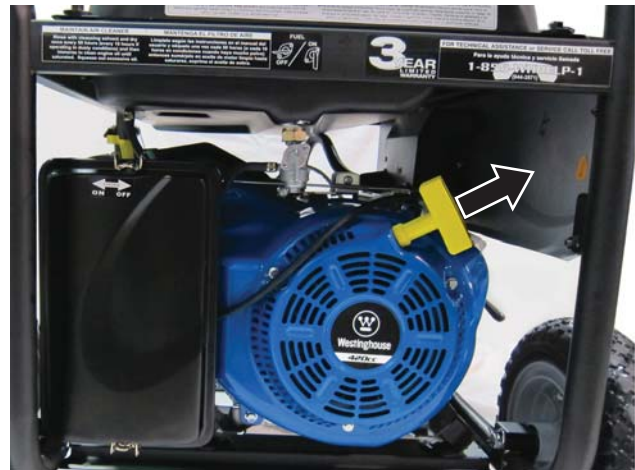

Figura 20
- Tome con firmeza y tire de la manija de retroceso lentamente hasta que sienta que aumenta la resistencia. En este punto, dé un tirón rápido mientras tira hacia arriba y alejándose ligeramente del generador (vea la Figura 20).